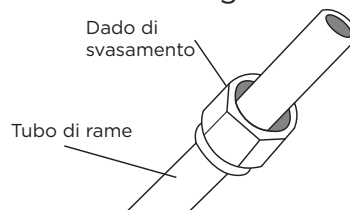

Fig. 7.6
3. Posizionare i dadi torcia su entrambe le estremità del tubo. Assicurarsi che siano rivolti nella giusta direzione, perché non è possibile riposizionarli dopo lo svasamento. Vedi Fig. 7.6